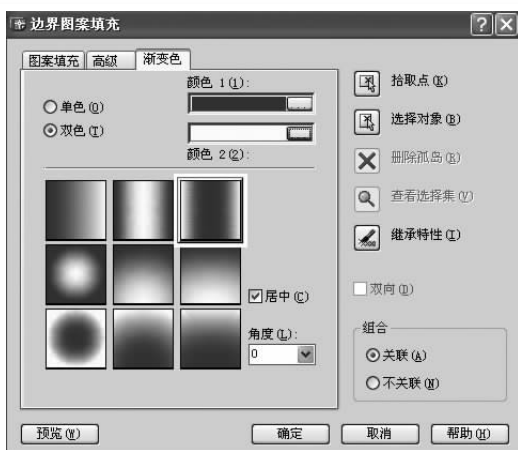

图 2-19 双色渐变填充
2) 【双色】：指定在两种颜色之间平滑过渡的双色渐变填充，如图 2-19 所示。此时可单独设置【颜色 1】、【颜色 2】及其下方的 9 种渐变方式。